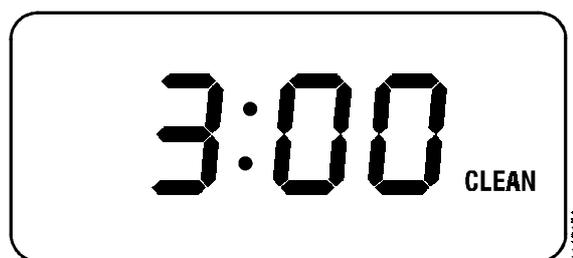

Figure 14.
- Réglez le bouton sélecteur à **Self Clean** (auto-nettoyage). L'écran affichera alors SET-CLEAN-TIME avec un réglage initial de 3 heures. Si vous ne touchez pas aux boutons + ou - dans les secondes qui suivent, l'écran retournera à la fonction CLEAN, comme dans la Figure 14.